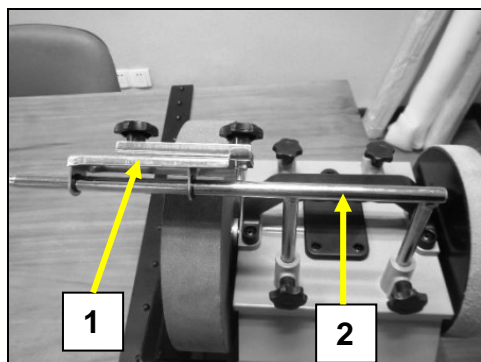

Fig 8
- Positionnez le dispositif (1) sur le support en F (2) (Fig 8).